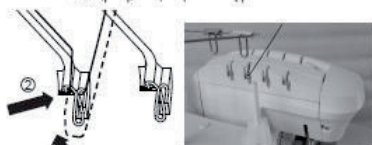

Рис. 20
3. Заправьте нитенаправитель на верхней крышке, потянув нить вниз, пока она не скользянет под нитенаправитель в положении «2» (Рис. 20).